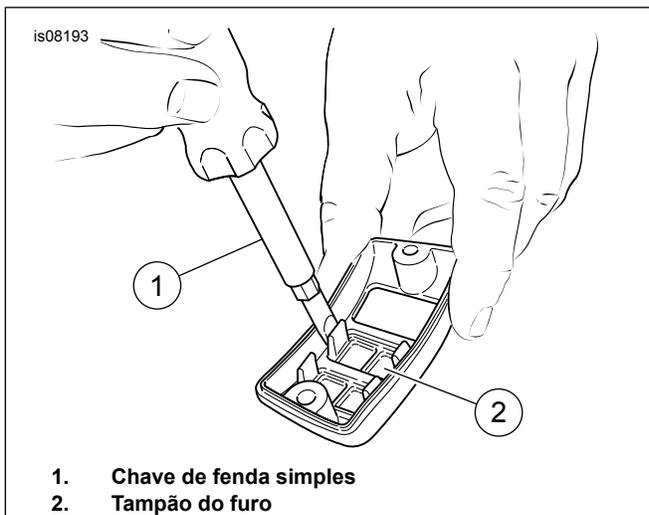

Figura 6. Remoção/reposicionamento dos tampões dos furos
11. Veja Figura 6. Usando uma chave de fenda simples, comprima com cuidado a lingueta e remova o tampão do furo da tampa do alojamento. Se o tampão for reposicionado, encaixe-o no novo local desejado.